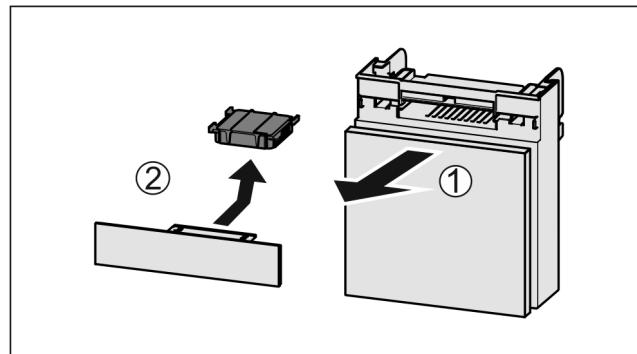

Fig. 186
- Потягніть Fig. 186 (1) відділення вперед.
- Витягнути Fig. 186 (2) фільтр з активованого вугілля.